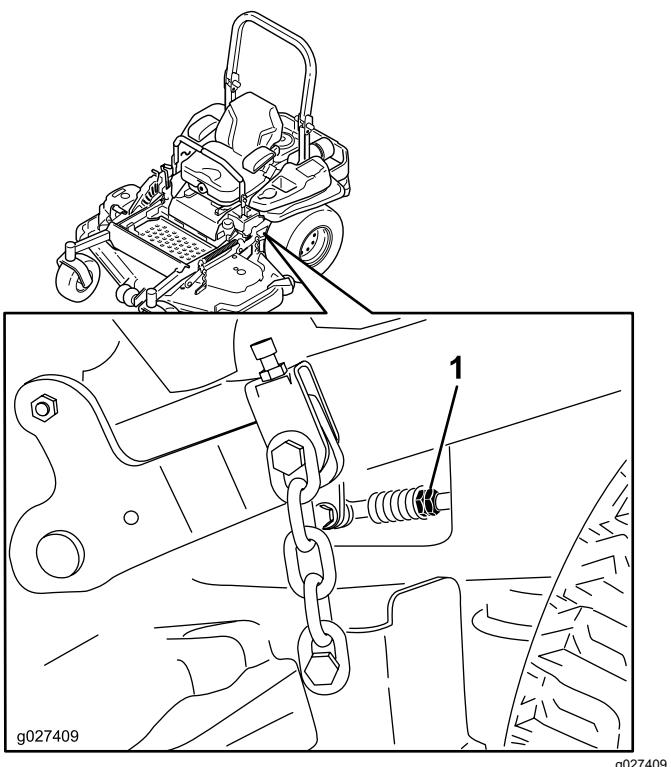

Figura 79
10. Ajuste la longitud de las varillas de control de las bombas girando las tuercas dobles de la varilla en el sentido apropiado, hasta que las ruedas se muevan ligeramente en marcha atrás (Figura 79).